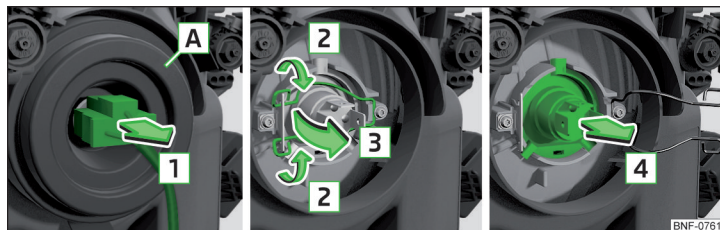

Abb. 172 Glühlampe für Abblend- und Fernlicht wechseln
- » Den Stecker von der Glühlampe in Pfeilrichtung **1** » Abb. 172 abziehen.
- » Die Sicherungsbügel in Richtung Scheinwerfer drücken und dann in Richtung der Pfeile **2** » Abb. 172 aushaken.